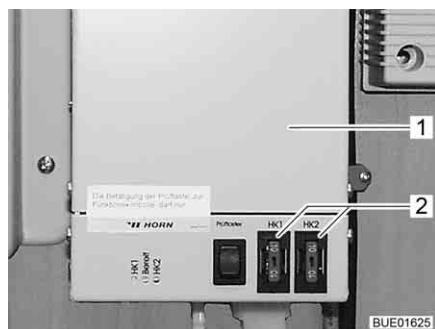

Fig. 150 Regulador de la calefacción para las tuberías de aguas residuales
Los fusibles se encuentran sobre el regulador (Fig. 150,1).
- Cambiar el fusible (Fig. 150,2).